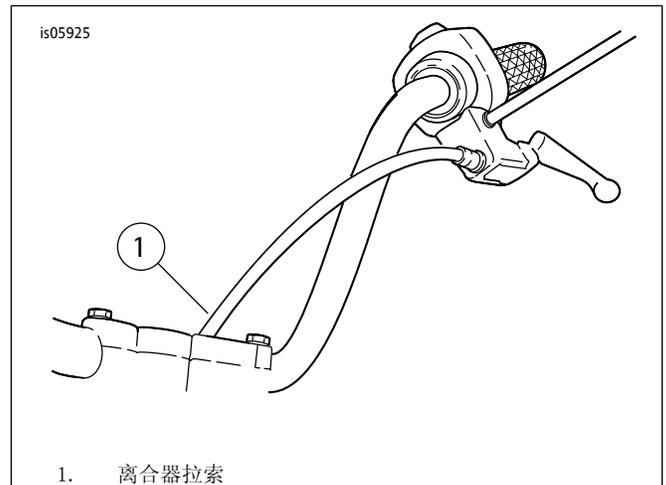

图2。重新布设离合器拉索
- 参见图2。重新布设离合器拉索, 使其位于把手内侧, 重新将离合器拉索连接至离合器杆。